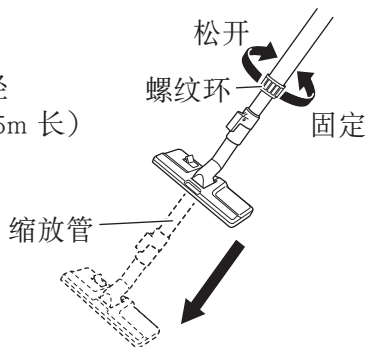

图 20
- (2) 接下来，松开缩放管上的螺纹环，并调整到适合作业的长度。调整后，牢牢拧紧螺纹环以确保螺纹环的使用安全。（参照图 20）